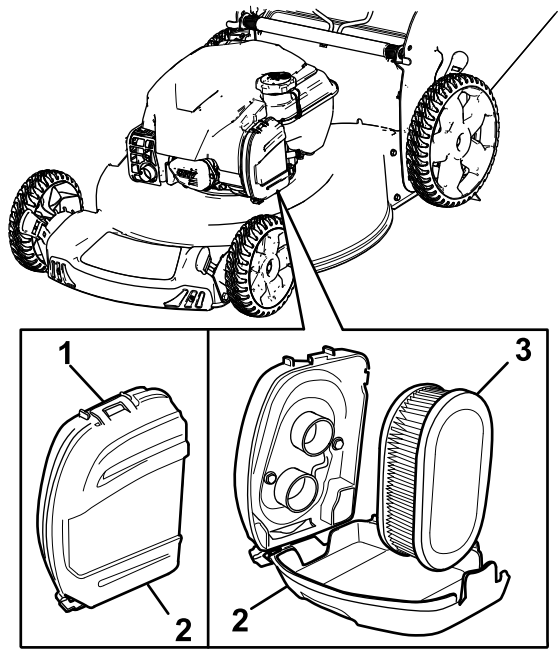

Figura 21
- 1. Abra los cierres de la parte superior de la tapa del filtro de aire (Figura 21).
- 2. Retire el filtro de aire (Figura 21).